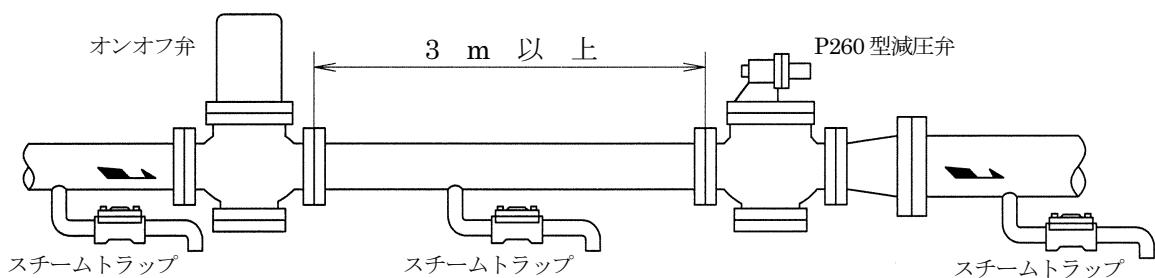
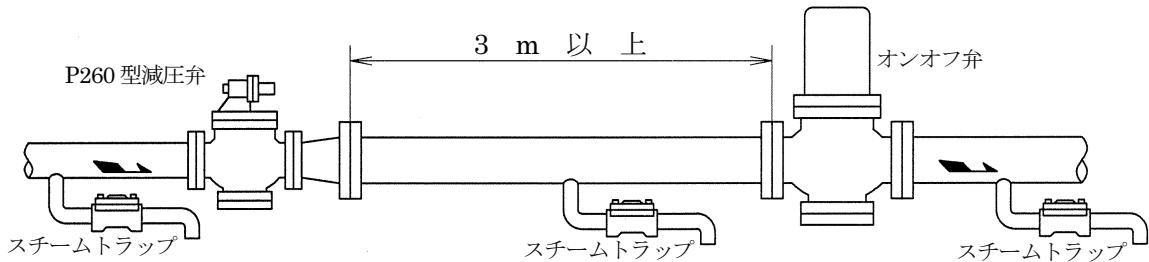

図 3 一次側にオンオフ弁がある場合
図 4 二次側にオンオフ弁がある場合
- e) 減圧弁の一次側又は二次側にオンオフ弁を取付ける場合、減圧弁とオンオフ弁の距離をできるだけ長く(3m以上)とってください。なお、オンオフ弁は減圧弁の一次側に取付けるようお勧めします(図3)。オンオフ弁の使用圧力等の関係から減圧弁の二次側に取付ける場合、減圧弁は完全閉止できませんので減圧弁とオンオフ弁の間にスチームトラップを設けて下さい(図4)。